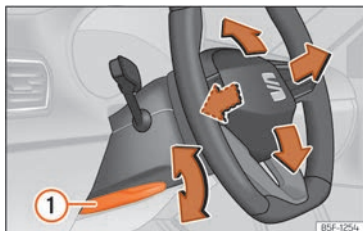

Abb. 62 Hebel auf der linken unteren Seite der Lenksäule.
• Hebel >>> **[Abb. 62] ①** nach unten schwenken, Lenkrad in die gewünschte Position bringen und Hebel wieder bis zum Schließpunkt nach oben drücken.
• Den Hebel >>> **[Abb. 62] ①** nach dem Einstellen immer fest nach oben schwenken, damit das Lenkrad während der Fahrt nicht unbeabsichtigt seine Position verändert.